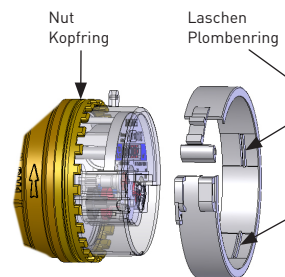

Bild 11 (Montage Plombenring)
- Bei der Montage darauf achten, dass die Laschen des Plombenrings in die Nut des Kopfrings eingelegt sind (Bild 11).